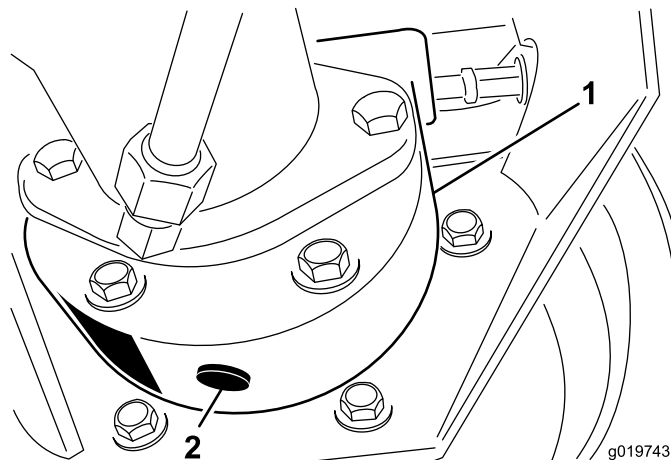

Figura 64
3. Coloque un recipiente debajo del alojamiento del freno, retire el tapón y deje que se drene el aceite (Figura 64).